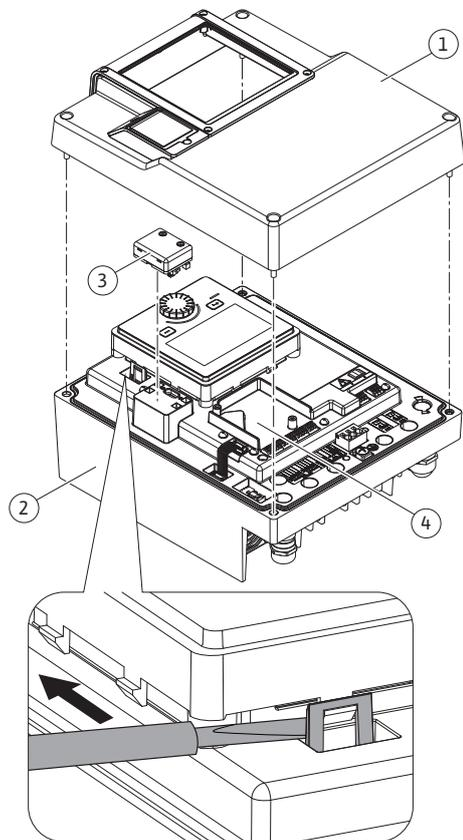
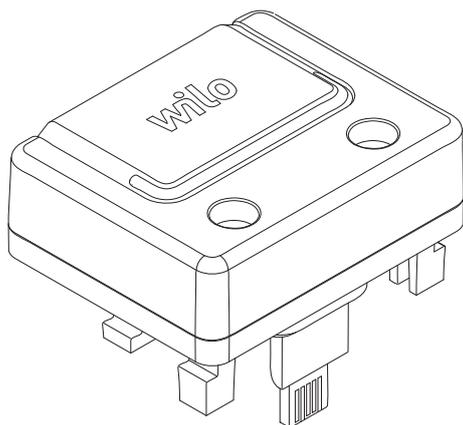

Fig. 26: Módulo electrónico
Fig. 27: Módulo Wilo-Smart Connect BT
La interfaz Bluetooth del módulo Wilo-Smart Connect BT (Fig. 26, Pos. 3 y Fig. 27) sirve para la conexión a terminales móviles, como smartphones y tabletas. En la aplicación Wilo-Assistant está la función Wilo-Smart Connect. Con la función Wilo-Smart Connect se puede manejar y ajustar la bomba y se pueden leer sus datos. Véanse los ajustes en el capítulo «Puesta en marcha» [► 49].
1. Afloje los cuatro tornillos de la parte superior del módulo electrónico (Fig. 26, Pos. 1; Fig. 1, Pos. 2).
3. Inserte el módulo Wilo-Smart Connect BT en la interfaz Wilo-Connectivity prevista. Véase la Fig. 26, Pos. 3.
Los módulos CIF (accesorios) sirven para la comunicación entre las bombas y la gestión técnica centralizada. Los módulos CIF se insertan en el módulo electrónico (Fig. 26, Pos. 4)